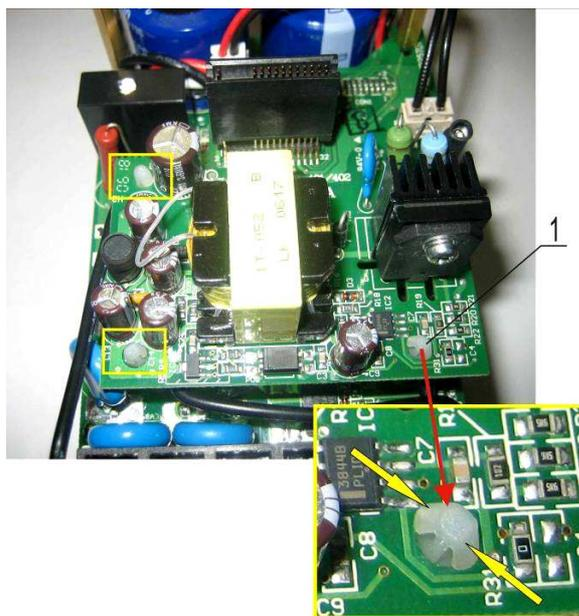

Рис. 6.8
6.6.4. Отсоединить стойки 1 от платы в соответствии с рис. 6.8. Снять плату питания. Положить плату в тару.
6.7.8. Перевернуть плату 1. Отсоединить поочередно от платы три стойки 4 (рис. 6.8 и 6.12). Положить стойки в тару.